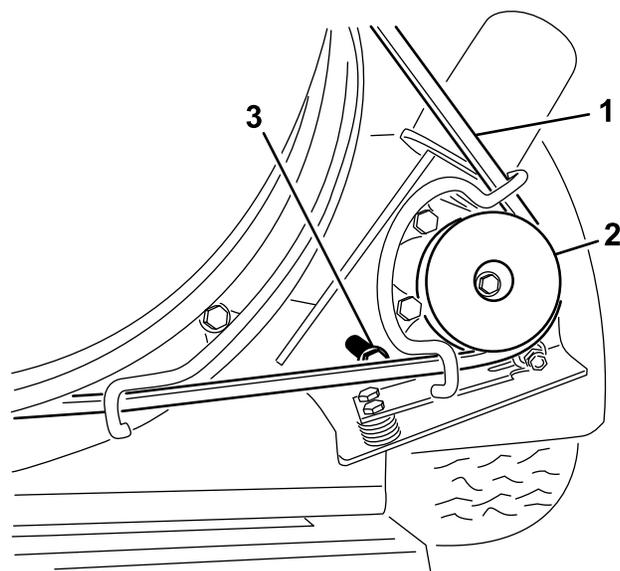

Figura 27
1. Allentate i bulloni che fissano la staffa di supporto della puleggia al telaio del soffiatore (Figura 27).